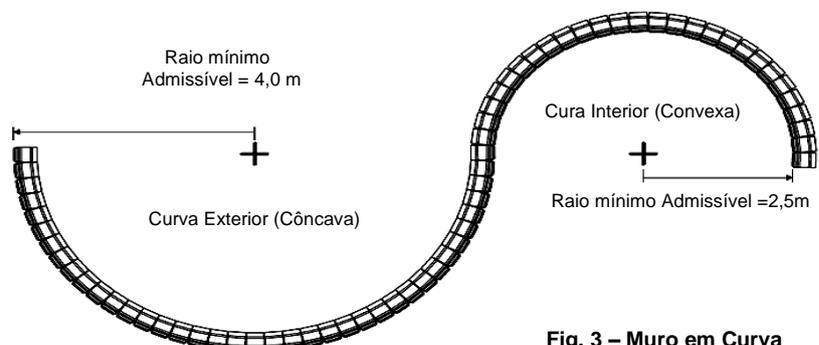

Fig. 3 – Muro em Curva
9. Caso o muro apresente zonas de curvatura, a sua montagem deve respeitar as geometrias indicadas na Fig. 3.